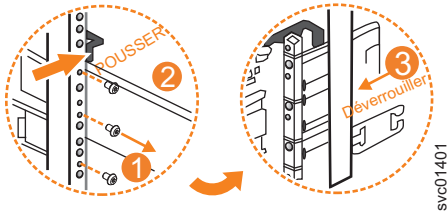

Figure 133. Retirez le guide du support de châssis arrière
3. Retirez les deux vis qui fixent la section de glissière interne au support arrière, comme indiqué dans la figure 133, à la page 142.
4. Tirez la glissière vers l'avant, loin du support arrière, comme indiqué dans la figure 133.